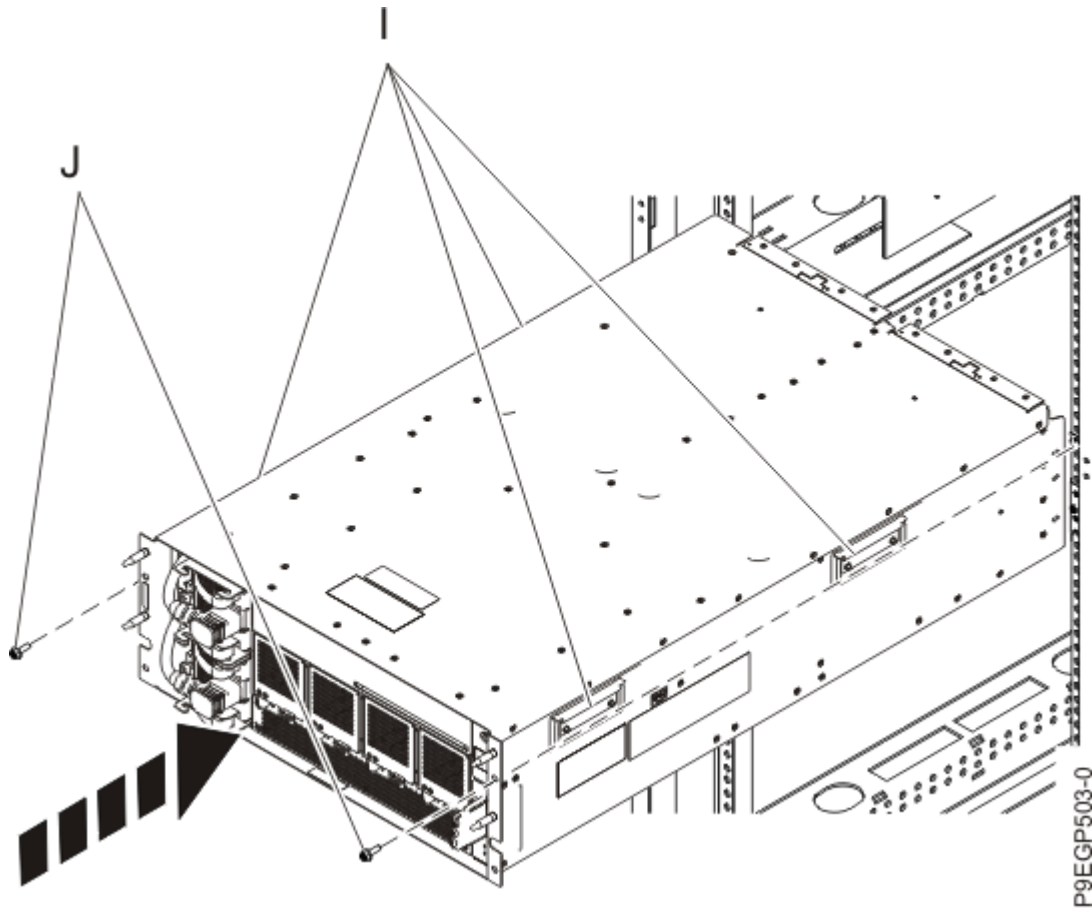

Abbildung 9. Einschub in einem Rack installieren
- a) Für das Führen des Einschubs werden drei Personen benötigt, wovon zwei Personen ihn an den vier Griffen **(I)** festhalten (siehe Abbildung 9 auf Seite 14) und eine Person an der Vorderseite des Einschubs steht. Heben Sie den Einschub an und positionieren Sie ihn über der Vorderseite der Schienen.